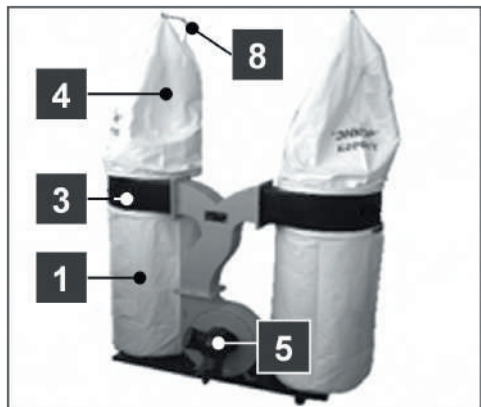

Рис. 25
- Закрепите винтом переходник входной (5) на входном патрубке корпуса вентилятора (рис. 25).